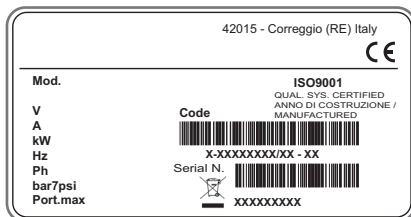

Fig. 1.14
- an die Stromaufnahme der Maschine, die auf dem entsprechenden Typenschild (Abb.1.14) angegeben ist.
- die Schutzsicherungen der Stromleitung, die den Angaben auf dem Typenschild (Abb.1.14) der Maschine gemäß bemaßt wurden, installieren;